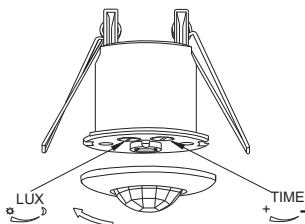

Рисунок 14 – Датчик движения ДД 301
- повернуть против часовой стрелки крышку с линзой датчика. Снять крышку (рисунок 14);